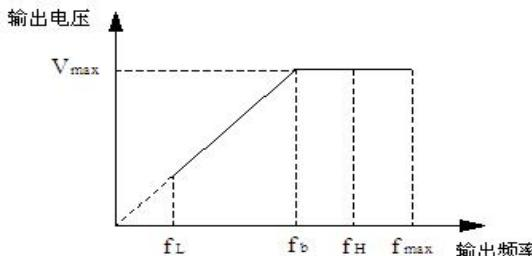

图 F0-1 电压与频率示意图
最大输出频率是变频器允许输出的最高频率，是加减速时间设定的基准，如下图所示的 f_{max} ；基本运行频率是变频器输出最高电压时对应的最小频率，一般是电机的额定频率，如下图所示的 f_b ；最大输出电压 V_{max} 是变频器输出基本运行频率时，对应的输出电压，一般是电机的额定电压；如下图所示的 V_{max} ； f_H 、 f_L 分别定义为上限频率和下限频率，如图 F0-1 所示：
- 最大输出频率、上限频率、下限频率的关系如上图 F0-1 所示，设置时请注意大小顺序。